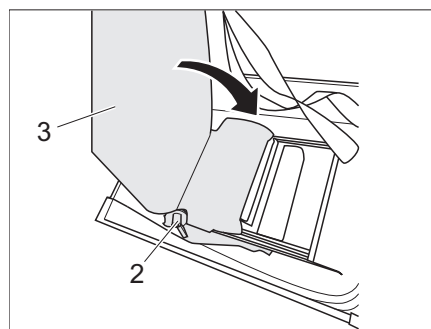

Bild 226 Förvara ryggstödet i bänken
- Tryck på spak 1 (Bild 226,2) och fäll ryggstödet (Bild 226,3) inåt.